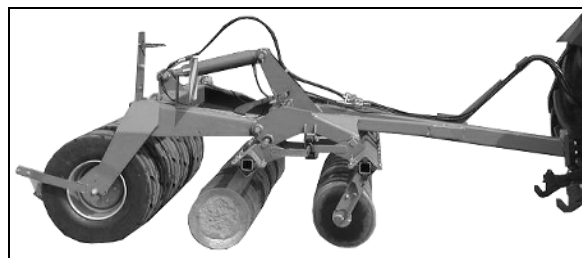

Fig. 28
- Senk begge skålrekkene (Fig. 28).